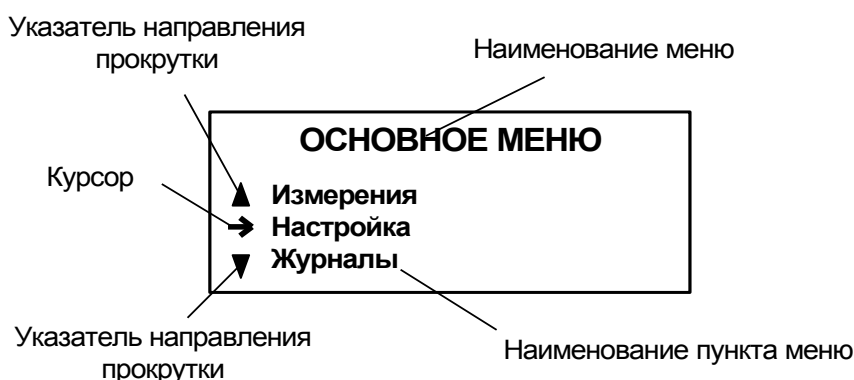

Рис. 1. Вид основного меню.
1.3.1.1. Основное меню (рис.1) имеет неизменный состав, кроме меню **ПОВЕРКА**, которое отображается только в режиме **НАСТРОЙКА**. Состав и структура подменю и окон, а также возможности модификации установочных параметров определяются режимом работы расходомера.
1.3.1.3. Индикация на дисплее состоит из наименования меню (окна), располагающегося неподвижно в первой строке дисплея жидкокристаллического индикатора (ЖКИ), и наименований пунктов меню (параметров), которые могут смещаться вверх или вниз (рис.1).
1.3.1.5. Одновременно на дисплее может индицироваться не более 3-х строк (пунктов меню, параметров из списка). Поэтому в начале первой и последней строк пунктов (параметров) могут располагаться указатели направления прокрутки в виде треугольников (рис.1), вершины которых направлены в стороны